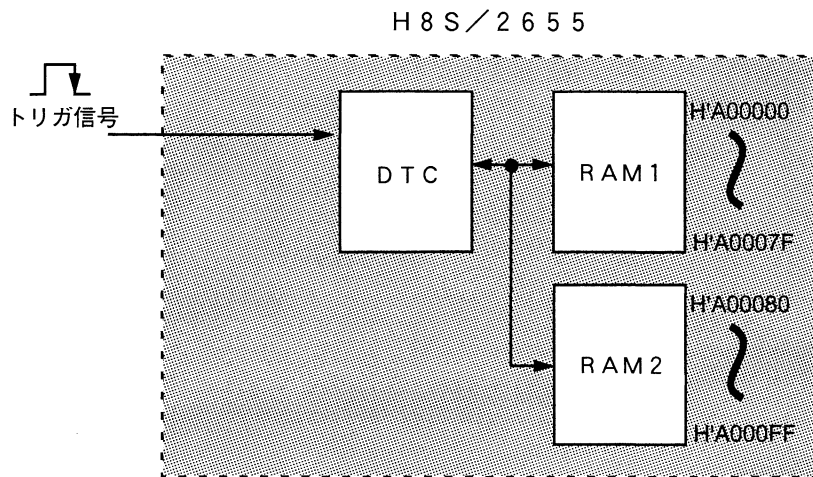

図1 ソフトウェア起動によるデータ転送ブロック図
- (1) 図1に示すように、ポートの立ち下がりエッジ検出時にDTCを起動させ、128バイト1ブロックの転送を行います。
- (2) 転送エリアはH'A00000~H'A000FFです。
- (3) H8S/2655の内部動作周波数は20MHzで使用します。